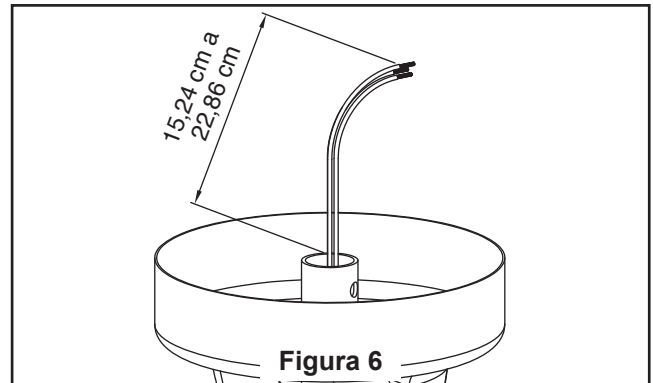

Figura 6
5. Corte el exceso de cable aproximadamente de 15 a 23 cm (6 a 9 pulgadas) por encima de la parte superior del barral. Pele 1,2 cm (1/2") del aislamiento en cada extremo del cable. (Figura 6)